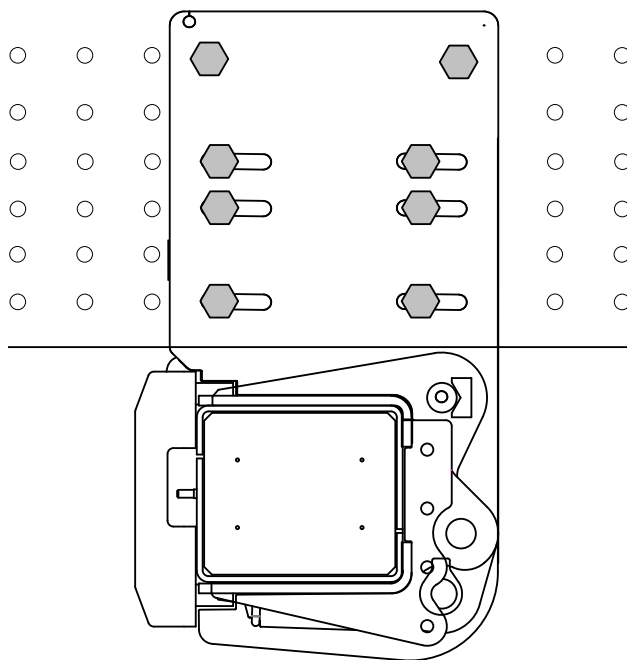

Bild 30. Montering av ramfästet på fordonsram med förborrade hål
15. Skruva fast fästena på utsidan av fordonsramen. Montera i de spårformade hålen med minst 6 skruvar. Använd passande skruvar (hållfasthet motsvarande M14 10.9 eller högre) och montera tillhörande bricka och mutter på fordonsramens insida. Montera skruvarna utan att dra åt. Se Bild 30.
18. Borra hål i fordonsramen för fästskruvar i respektive fästes två övre runda hål. Använd passande skruvar (hållfasthet motsvarande M14 10.9 eller högre) och montera tillhörande bricka och mutter på fordonsramens insida. Se Bild 30. Dra åt skruvarna med momentnyckel. **Åtdragningsmoment: Standard för vald skruv.**